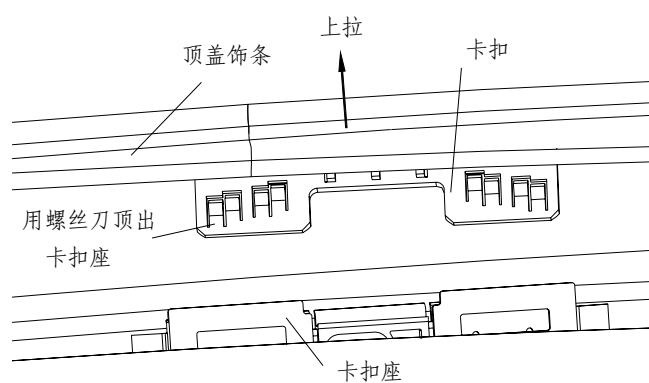

图 2-4-3
(4) 按图 2-4-3 用手抓住饰条向上拉使饰条和车顶卡扣脱离，依次将饰条从卡扣中拔出（共 3 个），最后抽出饰条完成拆卸。